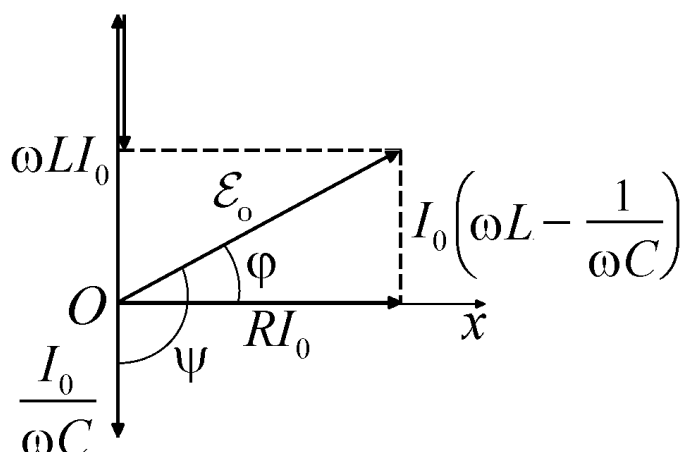

Рис.2. Векторная диаграмма напряжений на элементах схемы
Рассмотрим момент времени, когда фаза напряжения U_R равна нулю. В этот момент $\omega t = \varphi$. Изобразим напряжение U_R вектором длины RI_0 , направленным по оси Ox (см. рис. 2), U_C – вектором длины $\frac{I_0}{\omega C}$, повернутым на угол $\pi/2$ по часовой стрелке относительно оси Ox , U_L – вектором длины ωLI_0 , повернутым на угол $\pi/2$ против часовой стрелки относительно оси Ox , внешнюю ЭДС $\mathcal{E}$ – вектором длины $\mathcal{E}_0$, повернутым на угол φ против часовой стрелки относительно оси Ox . При вращении всех четырех векторов с угловой скоростью ω против часовой стрелки проекции этих векторов на ось Ox с течением времени будут изменяться в соответствии с формулами (6) – (9). Для того чтобы проекции векторов подчинялись уравнению (5), сумма векторов, изображающих напряжения на элементах цепи должна быть равна вектору, изображающему внешнюю ЭДС, как это и изображено на рис. 2.
При этом модули векторов на рис. 2 должны подчиняться уравнению
Из рис. 2 можно получить и выражение для фазового сдвига φ между силой тока и внешней ЭДС: